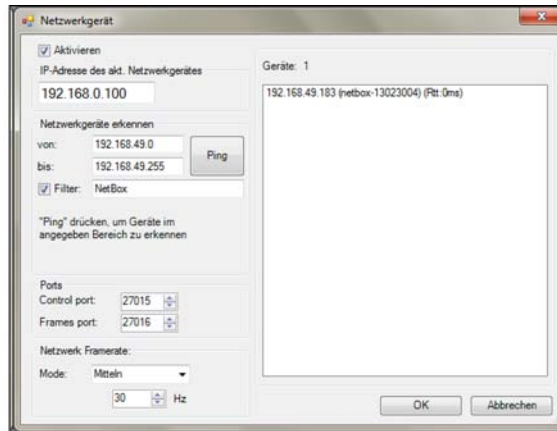

Abb. 26 Suche von Netzwerkgeräten in TIMConnect
- In dem sich öffnenden Fenster, siehe Abb. 26, setzen Sie bitte einen Haken bei Aktivieren und geben dann bei Netzwerke erkennen den Adressbereich Ihres lokalen Netzwerkes ein.
Unter Netzwerk Framerate, siehe Abb. 26, können Sie die über das Netzwerk zu übertragende Bildfrequenz eintragen.
➡ Aktivieren Sie den Filter, siehe Abb. 26, um die Suche zu beschleunigen und geben Sie TIM NetPC ein.